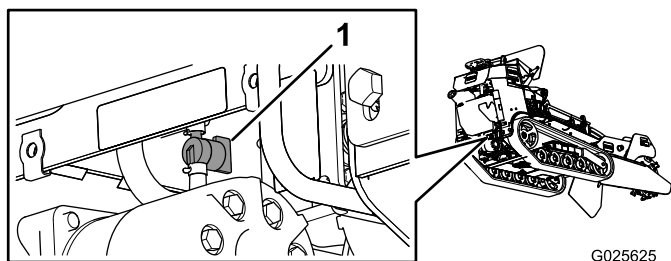

Figura 39
5. Ruotate la valvola di intercettazione del carburante (Figura 39) in posizione chiusa.